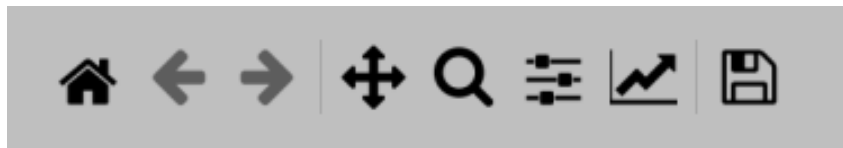

Figura 71: Barra de herramientas de paneles gráficos.
4. Utilizar la barra de herramientas de los paneles gráficos para acercarse, alejarse o moverse alrededor de la gráfica. Además, puede cambiar el diseño de las líneas, la escala, ocultar trazos específicos, entre muchas otras funciones. Dicha barra se muestra en la figura 71.